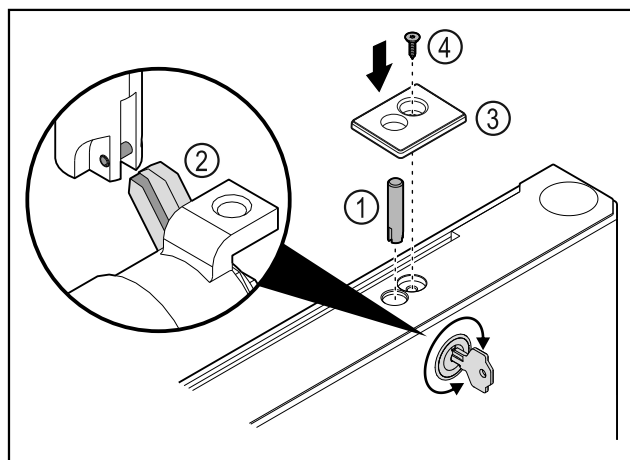

Fig. 42
- ▶ Introduceți bolțul încuietorii Fig. 42 (1).
- ▶ Rotiți ușor încuietoarea, astfel încât bolțul încuietorii Fig. 42 (2) să se fixeze în poziție în canelura încuietorii.
- ▶ Introduceți apărătoarea Fig. 42 (3).
- ▶ Introduceți șurubul Fig. 42 (4).